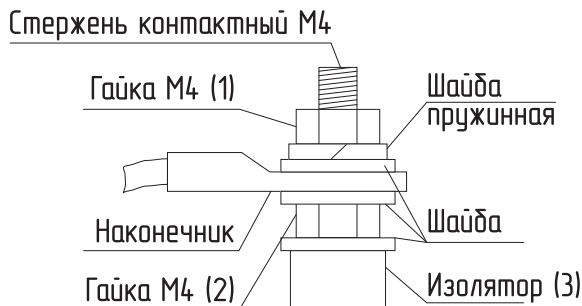

Рис. 6 Присоединение проводов к выводам блок ТЭН
- Гаек на контактных стержнях ТЭН с усилием 1,8 Нм (см. **Рис. 6**);
- При замене блока ТЭН присоединение фазных проводов к выводам блока ТЭН производить согласно **Рис. 6**. Сечение кабеля указано в **Табл. 2**;
- Провод нейтрали «N» подключить на перемычку блока ТЭН (**Рис. 6**).